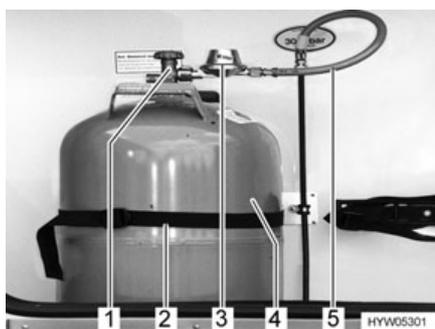

Fig. 94 Compartiment à gaz
- Fermer le robinet principal (Fig. 94,1) de la bouteille de gaz (Fig. 94,4). Observer le sens de la flèche.
- Dévisser à la main le régulateur du gaz (Fig. 94,3) et la lyre (Fig. 94,5) de la bouteille de gaz (filetage à gauche).
- Décrocher les sangles de fixation (Fig. 94,2) et retirer la bouteille de gaz.